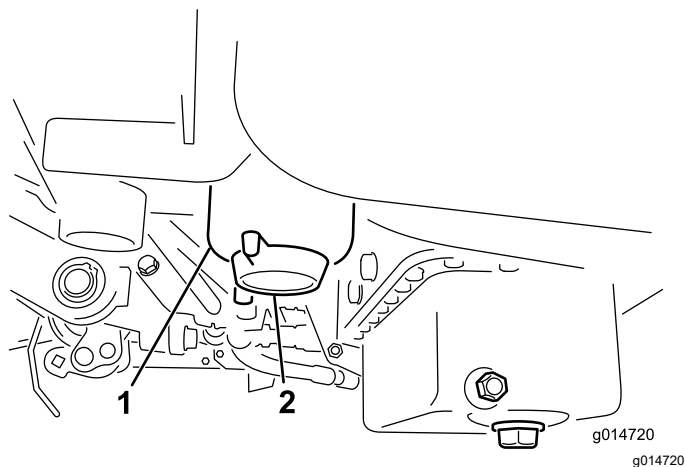

Figura 35
2. Limpie la zona de montaje del cartucho del filtro (**Figura 35**).
4. Abra el tapón de vaciado del filtro (**Figura 35**).